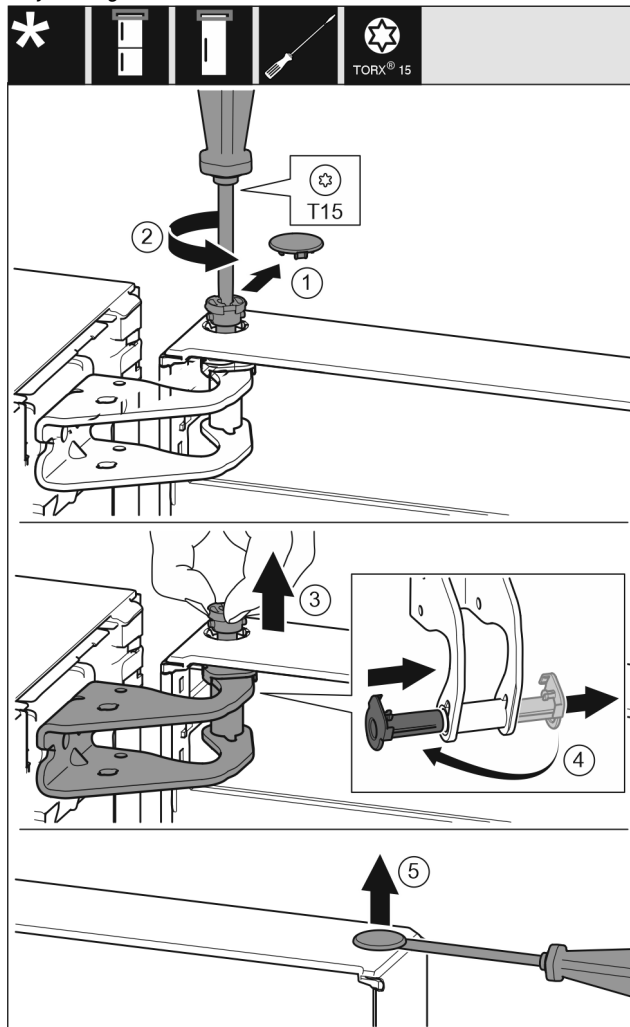

Fig. 7
- Tõmmake turvakate ettevaatlikult maha. Fig. 7 (1)
- Keerake polti kruvikeerajaga T15 veidi välja. Fig. 7 (2)
- Hoidke ust kinni ja tõmmake polt sõrmedega välja. Fig. 7 (3)
- Tõmmake laagripukk juhikust välja. Pange teisel küljel sisse ja fikseerige. Fig. 7 (4)
- Tõstke kork ettevaatlikult ukse laagripuksist lapikkruvikeeraja üles ja tõmmake välja. Fig. 7 (5)